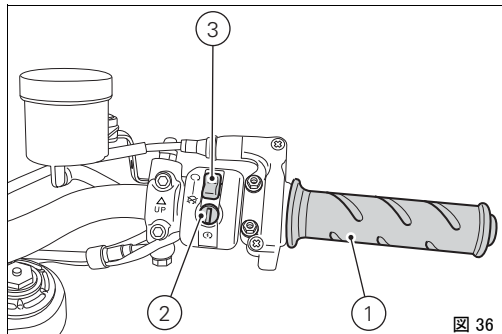
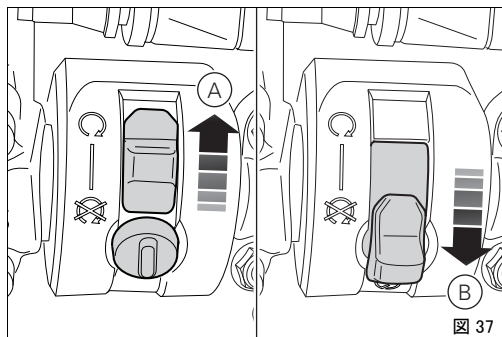

図 36
図 37
1) コードが承認されると、システムはエンジンプロックを解除します。START ボタン (2、図 36) を押すと、エンジンが始動します。
## 右側スイッチ (図 36 および図 37)
- ポジション ○ (RUN) = エンジン作動 (A、図 37)
- ポジション ⓧ (OFF) = エンジンの停止 (B、図 37)
## スロットルグリップ (図 36)